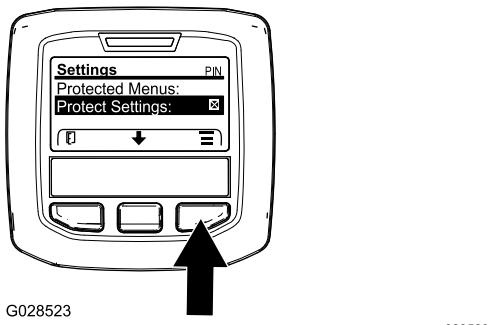

Bild 11
1. Navigieren Sie vom Hauptmenü mit der mittleren Taste auf das Menü EINSTELLUNGEN und drücken Sie die rechte Taste (**Bild 11**).